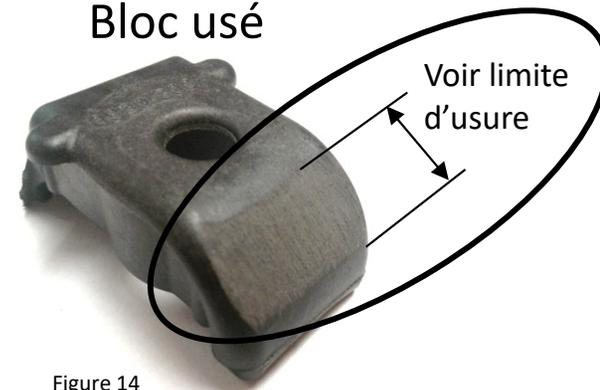

Figure 14
- 1.1 Changez les blocs ⑫ lorsque les marques d'usure illustrées à la figure 14 dépassent la limite admissible d'usure du bloc (doit être inférieure à 14 mm).
- 👉 Il faut toujours changer les 6 blocs ⑫ en même temps.